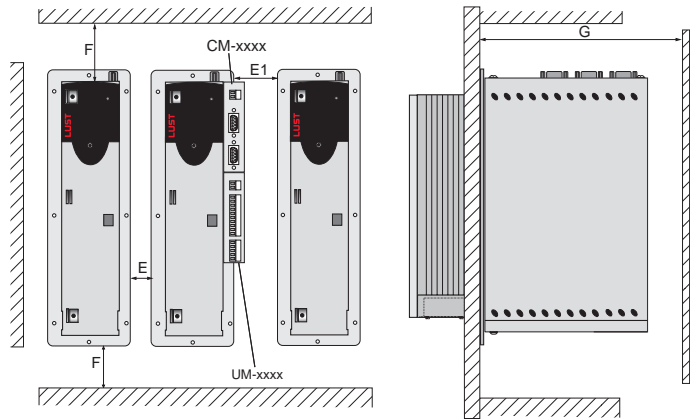

Figure 2.3 Distances de montage (voir Tableau 2.5)
1) Distances de montage voir Figure 2.3